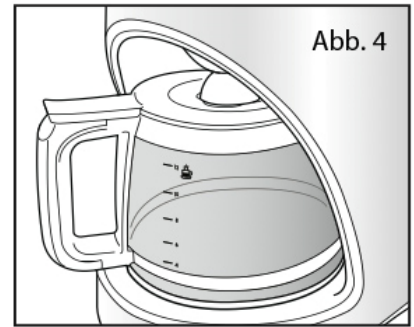

Abb. 4
4. Im Wassertank befindet sich eine Markierung von 2 bis 12 Tassen, auf der Skala der Kaffeekanne werden 4 bis 12 Tassen angezeigt (s. Abb. 4). Die Wassermenge markiert die Anzahl der Kaffeetassen, die gekocht werden.